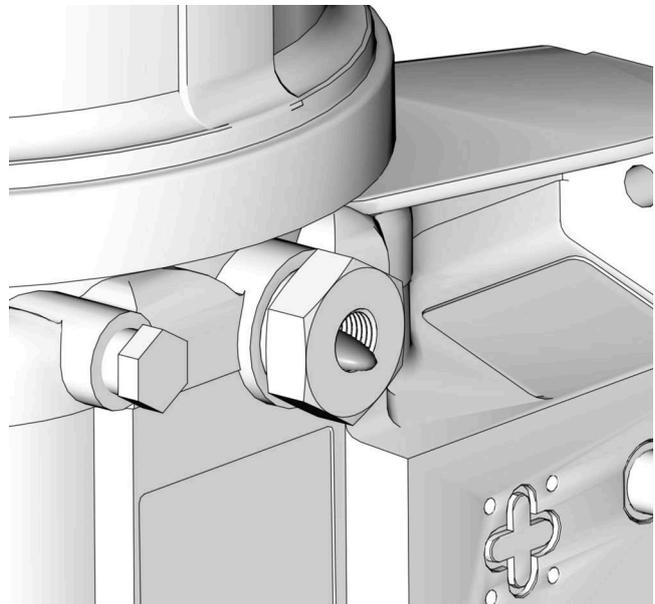

ABB. 28
2. Betreiben Sie die Pumpe nur solange, bis luftfreies Schmiermittel aus dem Fitting des Elements austritt (ABB. 28).